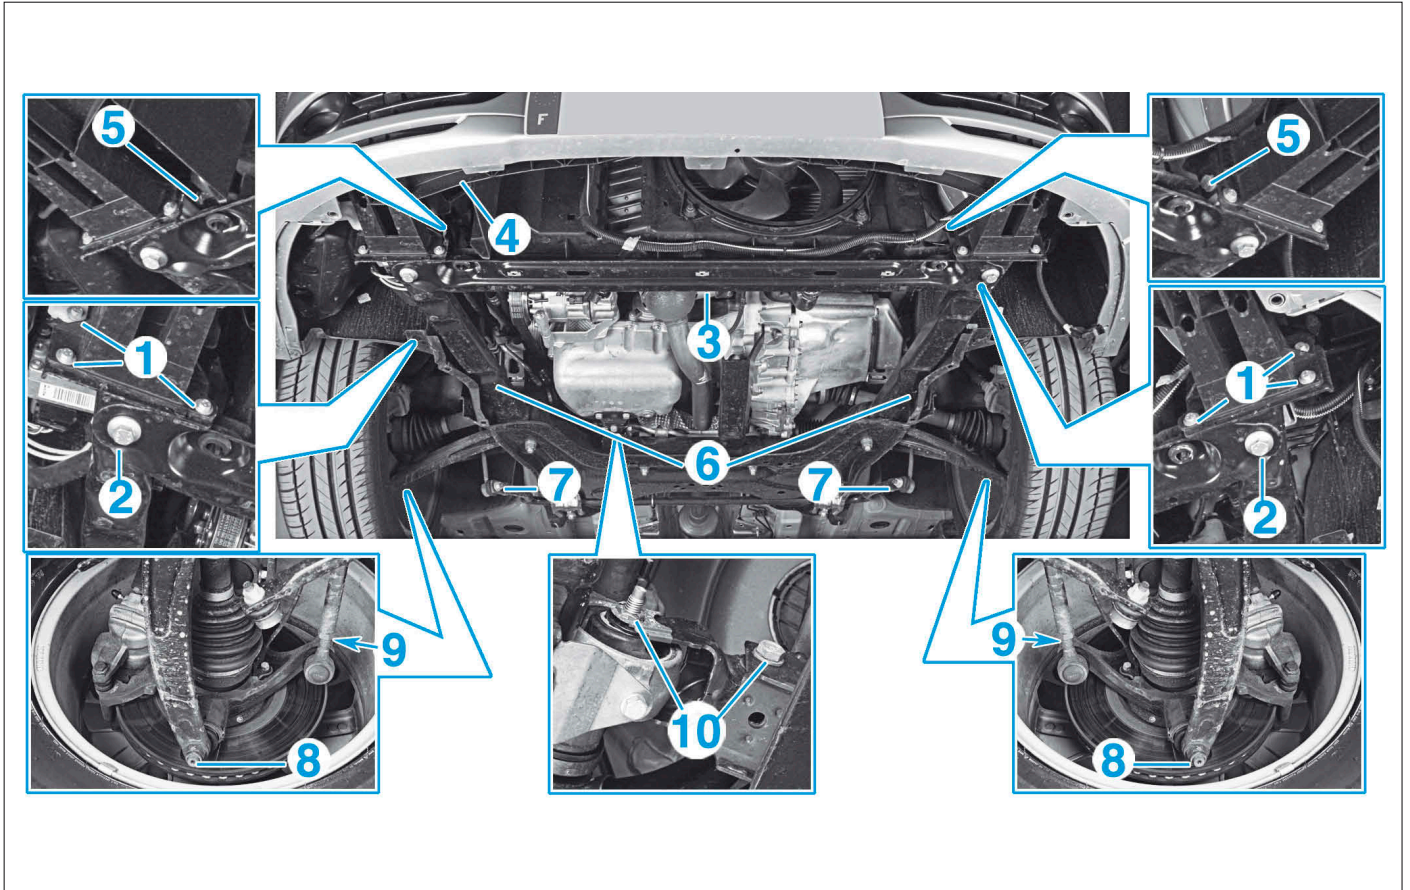

FIG. 15
- Déposer (Fig.15) :
- les vis (1),
- les vis (2),
- la traverse inférieure de radiateur (3),
- le renfort (4),
- les vis (5),
- les allonges (6) de berceau avant,
- les écrous (7) et désaccoupler les rotules,
- les écrous de rotule (8), en maintenant, si nécessaire, la queue de rotule avec une clé six pans de 6 mm.